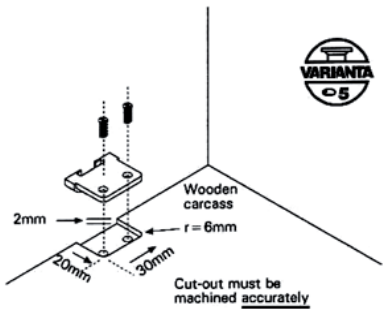
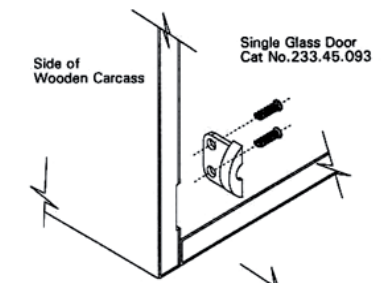

FIG 2
FIG 3
- Das Gegenstück muß jeweils als Erstes montiert werden. Wenn ein Holzkorpus Schließblech verwendet wird (Art Nr.233.46.093), muß der Ausschnitt vor dem Zusammenbau exakt ausgefräst sein (siehe Abb.2). Vergewissern Sie sich, daß das Schließblech exakt parallel und bündig zu der verklebenden Türkante oder zu der Korpuskante ausgerichtet ist (siehe Abb.3).
2. Always mount the receiver first. If a wooden carcass receiver is to be used (Cat No.233.46.093) then a cutout must be accurately machined prior to assembly (see Fig.2). Make sure that the receiver is exactly parallel and flush with the carcass or door onto which it is bonded (see Fig.3).